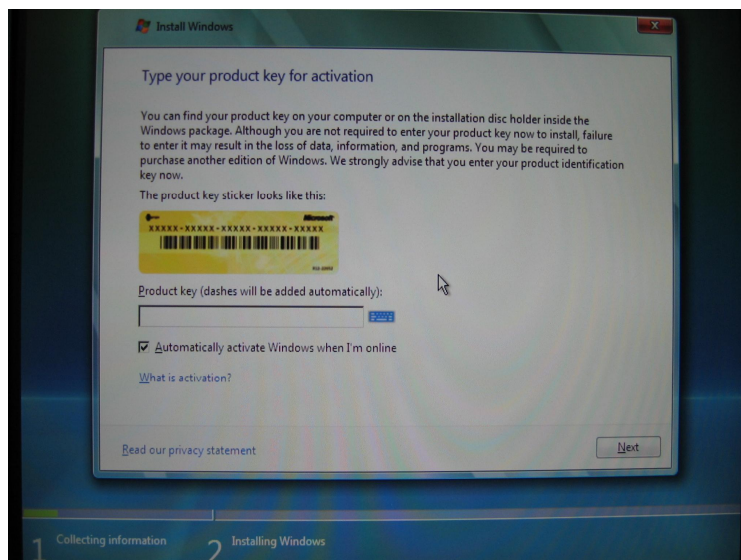

图 15
(B) 光驱启动后，根据向导选择相应的操作，如图 15 所示。